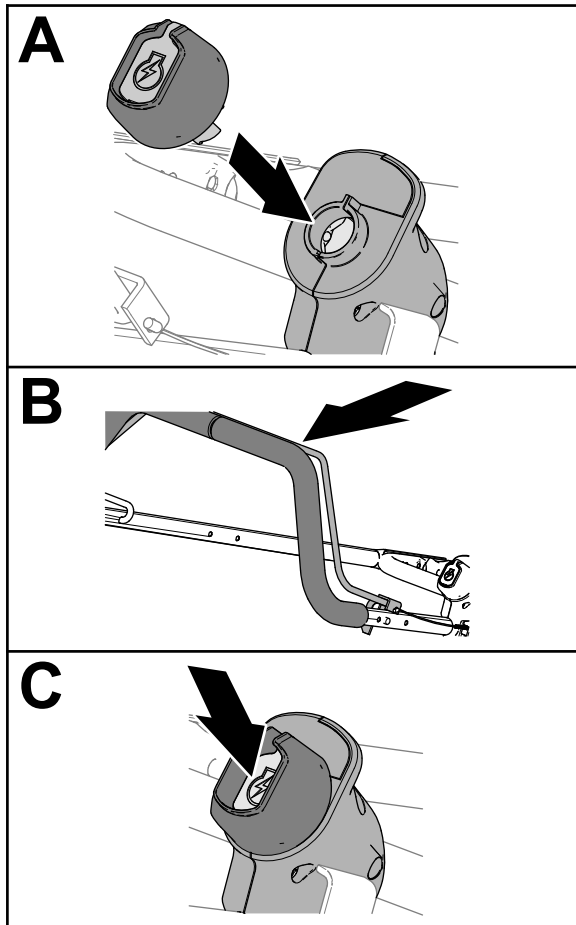

Рисунок 16
1. Вставте ключ електричного запуску в перемикач електричного запуску (Рисунок 16).
2. Візьміться за руків'я та за важіль присутності оператора та притисніть важіль до руків'я (Рисунок 16).